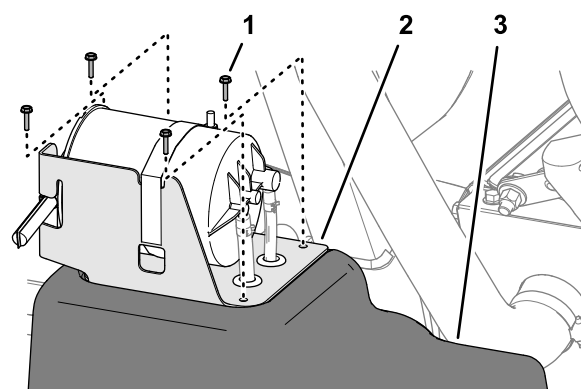

Figure 125
5. Alignez les trous dans le support du filtre à charbon actif et les trous dans le réservoir de carburant (Figure 125).
6. Fixez le support sur le réservoir (Figure 125) à l'aide des 4 vis (n° 10 x ¾").